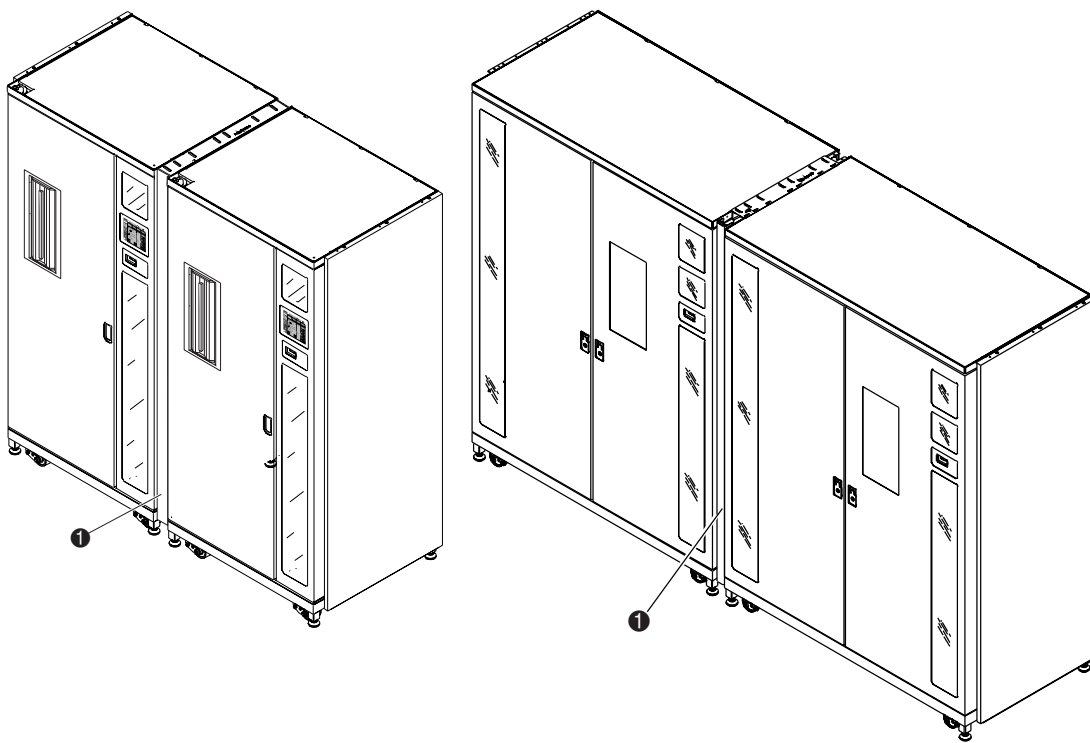

Figura 2-15. Instalación del panel estético frontal
8. Instale el conjunto de paneles estéticos en el espacio libre frontal entre las bibliotecas (❶ Figura 2-15). Asegúrese de que las ranuras abiertas de los ángulos estéticos poseen los cuatro tornillos (❷ Figura 2-2).